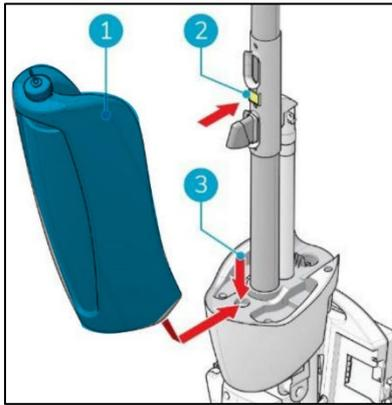

figure 31.
14. Placez le fond du réservoir de récupération (Figure 31, pos 1 et pos 3) sur l'avant de l'i-mop® XL.
15. Poussez le haut du réservoir en place jusqu'à ce que vous entendiez un "clac", l'aimant (figure 31, pos 2) verrouillera le réservoir de récupération en place.